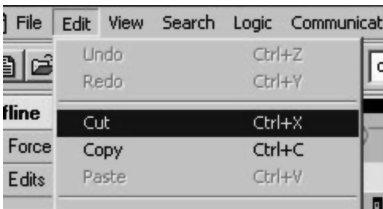

图 9-44 打开的标签编辑菜单
6. 在工具栏菜单中，选择“编辑 > 剪切”（Edit > Cut），如图 9-44 所示。